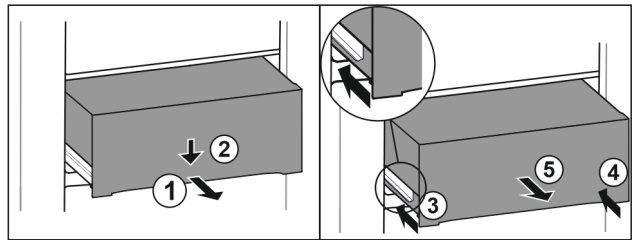

Fig. 155
- Vedä laatikko puoliväliin ulos. Fig. 155 (1)
- Paina vetolaatikkoa etupuolelta alaspäin. Fig. 155 (2)
- Työnnä vasenta kiskoa noin 2 cm sisään. Fig. 155 (3)
- Työnnä oikeaa kiskoa noin 2 cm sisään. Fig. 155 (4)
- Poista vetolaatikko vetämällä sitä eteenpäin. Fig. 155 (5)